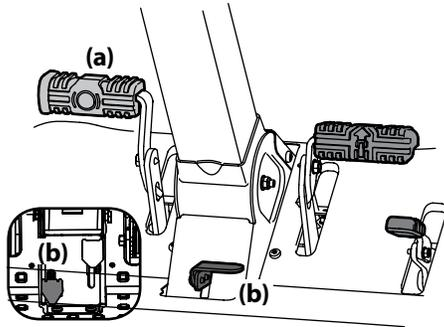

Figura 3-2
2. Ponga el freno de mano oprimiendo hacia adelante el pedal de freno (a), luego oprima la palanca de control de crucero/freno de mano (b) y posteriormente suelte el pedal del freno (a). Consulte la Figura 3-2.